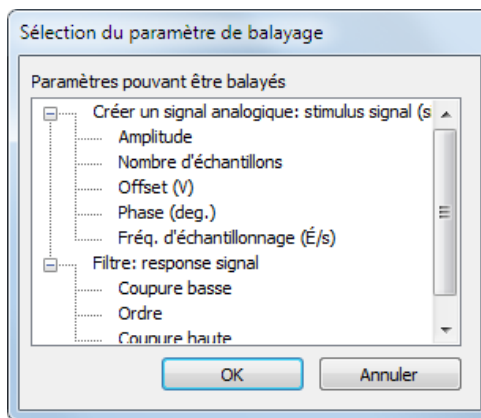

Figure 5-1. Boîte de dialogue Sélection du paramètre de balayage
5. Sur l'onglet **Configuration de l'étape**, cliquez sur le bouton **Ajouter** pour afficher la liste des paramètres balayables à partir de chaque étape du projet, comme le montre la figure 5-1.